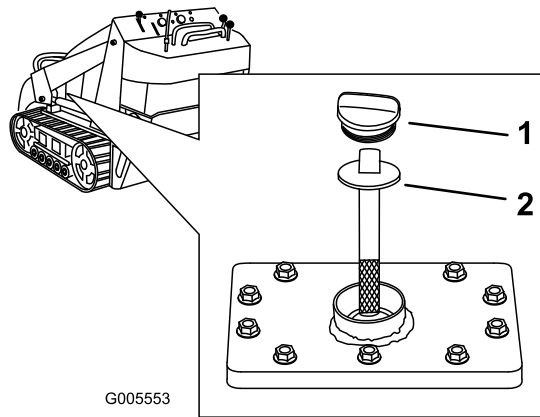

Figura 16
5. Limpie la zona alrededor del cuello de llenado del depósito de aceite hidráulico (Figura 16).
6. Retire el tapón del cuello de llenado y compruebe en la varilla el nivel de aceite (Figura 16).